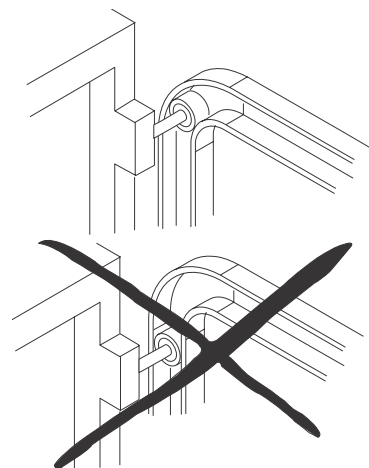

Abb. 5
- Sicherstellen, dass sich die obere Führungsrolle des Sektionaltors bei geschlossenem Tor im waagrechten Teil der Führung befindet (Abb. 5).